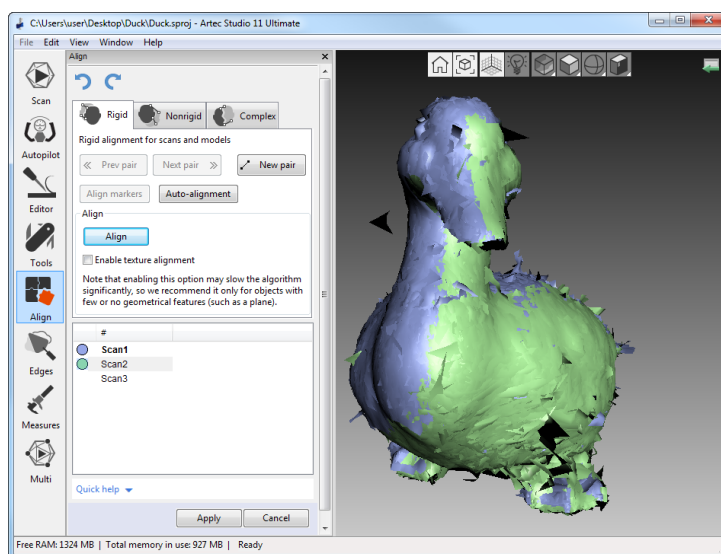

Рис. 8.24: Результат совмещения перетаскиванием
3. Чтобы подтвердить совмещение, отпустите кнопки мыши и клавишу *Shift*, затем нажмите кнопку *Применить*. Важно отметить, что регистрируемые сканы не будут добавлены к зарегистрированному  множеству (см. Рис. 8.24). Это можно сделать вручную, как сказано в начале раздела Сборка сканов.